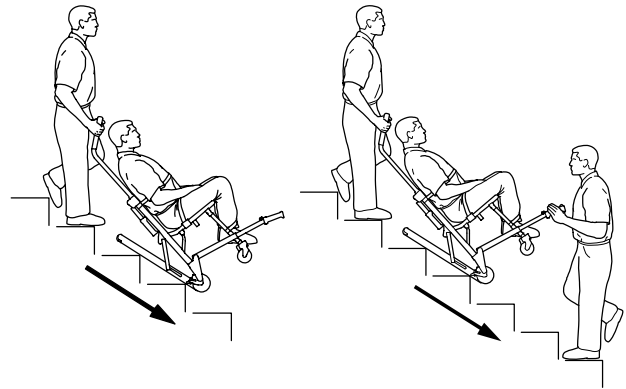

Abbildung 11 – Treppab-Transport
8. Beide Bediener: Die Treppe heruntergleiten, bis die Raupen über die Kanten von zwei oder drei Stufen verlaufen (Abbildung 11).